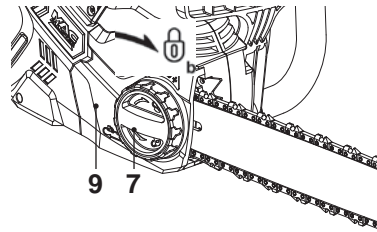

Fig. 11
- Verrouillez le couvercle [9] en tournant la molette de verrouillage [7] à fond dans le sens des aiguilles d'une montre (Fig. 11).